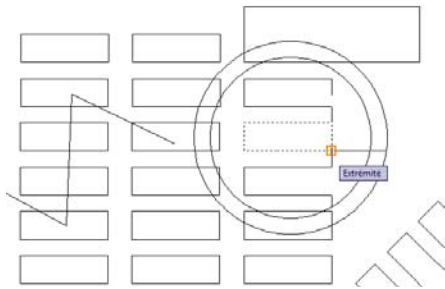

Figure 3.120
1. Activez l'outil Étirer, choisissez un des rectangles de droite puis indiquez le point de base (voir Figure 3.120).